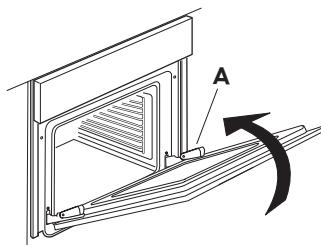

Fig. 2
3. Închideți ușă cât mai mult (A), ridicați-o (B) și roțiți-o (C) până când se deblochează (D) (Fig. 2, 3, 4)